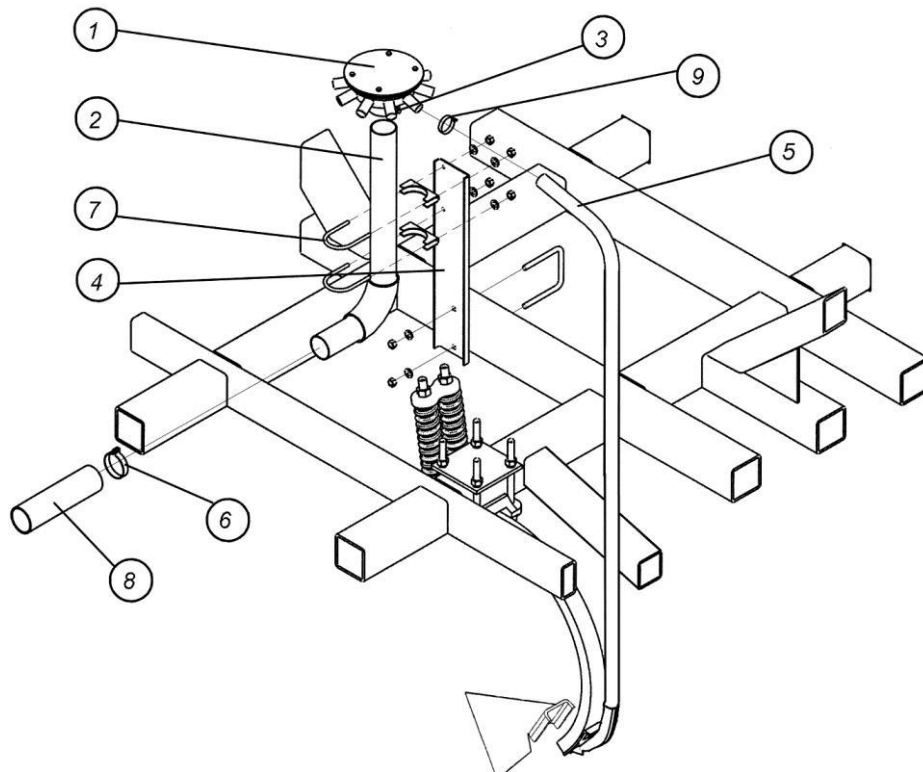

Рис. 4.13.3. Установка деталей вторичного коллектора
4.13.4. Установите распределитель 1 вторичного коллектора на трубу 2 (рис. 4.13.3), затянув болты 3 и контргайки. Повторите операцию для остальных трех коллекторов.
4.13.5. Установите стойки 4 (рис. 4.13.3) вторичных коллекторов на втором спереди ряду рамных труб. Каждый коллектор должен находиться примерно в центре группы из десяти (для ПК-6,1 и ПК-12,2), восьми (для ПК-9,7) или семи (для ПК-8,5) сошников.